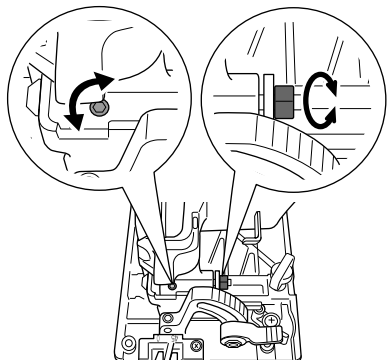

Fig. 16
(1) Afloje solamente los tornillos de montaje de la porción de la bisagra de la cubierta de la sierra (Fig. 16).